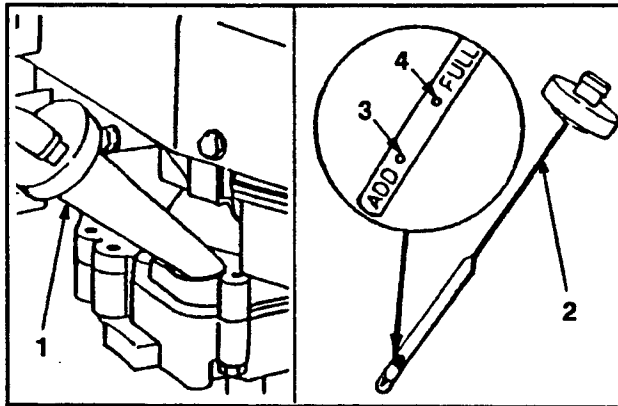

Figure 6
Remplir le carter d'huile SAE 30 jusqu'à ce que le niveau atteigne le repère FULL (plein) de la jauge comme illustré à la figure 6. Une huile 10W30 peut être substituée à l'huile 10W30 si celle-ci n'est pas disponible. La capacité maximale du carter d'huile est de 75 cl (25 onces). Toutes les huiles de classe SF, SG ou SH (classification API American Petroleum Institute), sont acceptables. Avant chaque usage, s'assurer que le niveau d'huile se situe entre les repères ADD et FULL (fig. 6). Ajouter de l'huile suivant les besoins.
3. Essuyer la jauge et l'insérer dans le tube de remplissage. Faire tourner le bouchon d'1/4 de tour. Retirer à nouveau la jauge et vérifier le niveau d'huile (fig. 6). Si ce niveau est insuffisant, ajouter juste assez d'huile pour que celui-ci atteigne le repère FULL sur la jauge. **NE PAS REMPLIR AU DELÀ DU REPÈRE "FULL." CECI RISQUERAIT D'ENDOMMAGER LE MOTEUR AU COURS DU DÉMARRAGE. VERSER L'HUILE LENTEMENT.**
1. **VÉRIFIER LE NIVEAU D'HUILE** – Maintenir le niveau d'huile entre les repères ADD et FULL sur la jauge (fig. 6).